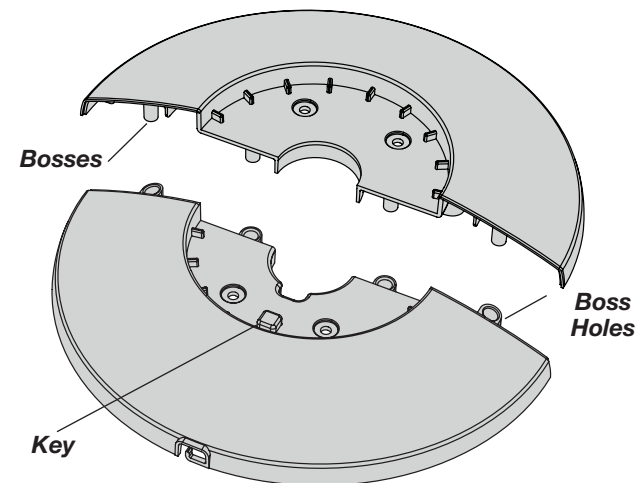

Figure 2
1. Assemble the Base by interlocking the **Bosses** into the **Boss Holes**. (**Figure 2**)
**TIMER FUNCTION (Figure 2)**
- Arme la base enclavando las **Protuberancias** en los **Orificios para Protuberancias**. (*Figure 2*)